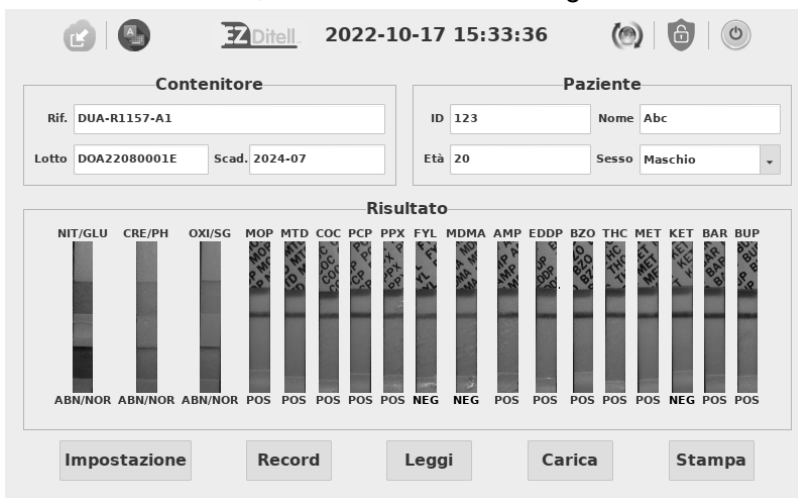

Fig. 20
**Fase 4:** Quando il processo raggiunge il 100%, il risultato del test viene visualizzato sullo schermo, come illustrato nella Fig. 20.